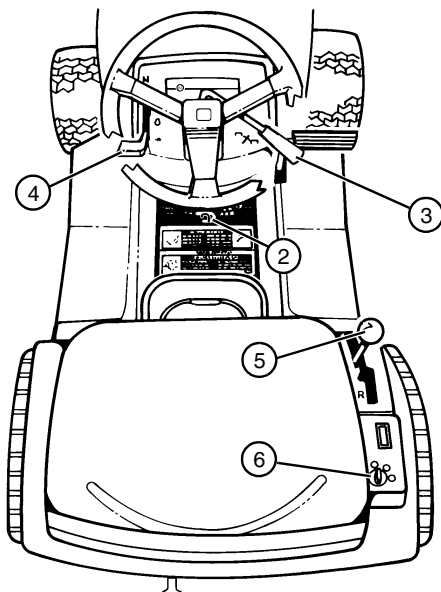

FIGURE 15
- Placer le levier de changement de vitesse (5) en position (N) de point mort (voir FIGURE 15).
- Placer le levier d'entraînement PDF (3) à l'arrière en position d'arrêt.
- Bloquer le frein de stationnement (2).
- Déplacer la manette des gaz (4) vers l'arrière en position de débit réduit. Laisser tourner le moteur en débit réduit pendant quelques secondes.
- Tourner la clé de contact (6) sur la position d'arrêt.
- Reculer le levier d'entraînement PDF (3) sur sa position d'arrêt.
- Reculer la manette des gaz (4) jusqu'à sa position de bas débit. Laisser le moteur tourner à ce régime pendant quelques secondes.
- Tourner la clé de contact (6) sur arrêt. Retirer la clé de contact.